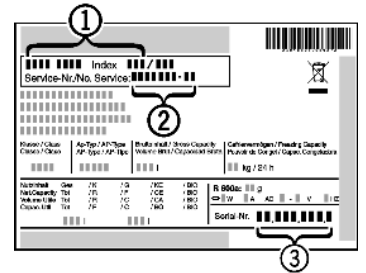

Fig. 12
- ▶ Наименование устройства, Fig. 12 (1), сервисный № Fig. 12 (2) и серийный № Fig. 12 (3) считайте с заводской таблички. Заводская табличка находится внутри устройства слева.
- ▶ Обратитесь в сервисную службу и сообщите вид неисправности, наименование устройства, Fig. 12 (1), сервисный № Fig. 12 (2) и серийный № Fig. 12 (3).